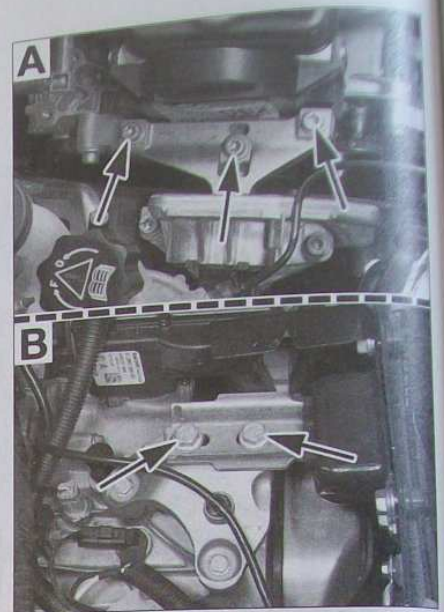

FIG. 46
- les fixations du support moteur (A) (Fig.46).
- les fixations du support de la boîte de vitesses (B).